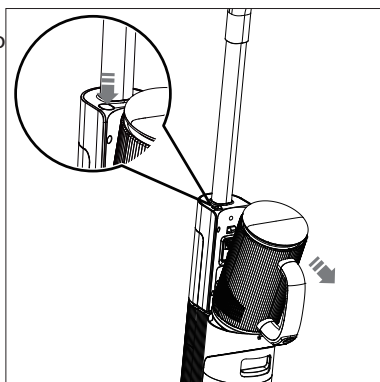

Fig. 21 – Rimozione dell'unità motore
- ▶ Tenere saldamente l'unità motore e premere il tasto di sblocco dell'unità motore (4) per sbloccarla.
- ▶ Inclinare l'unità motore in avanti per estrarla dall'apparecchio (**vedere Fig. 21**).